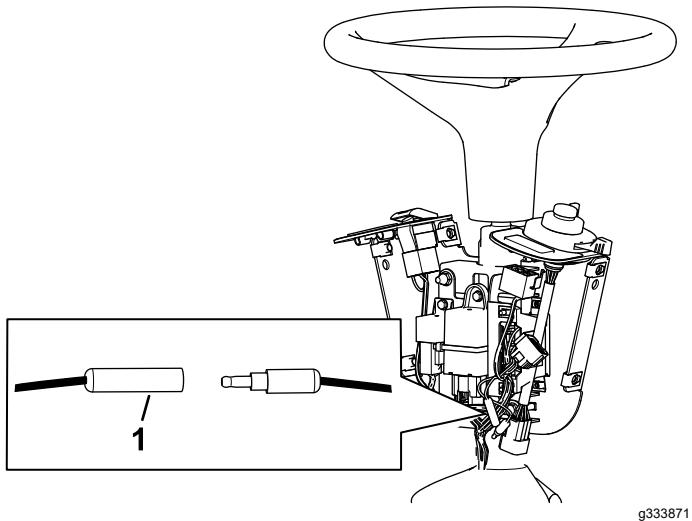

**Figura 11**
12. Applicate l'adesivo sul coperchio fusibili come mostrato nella Figura 11.